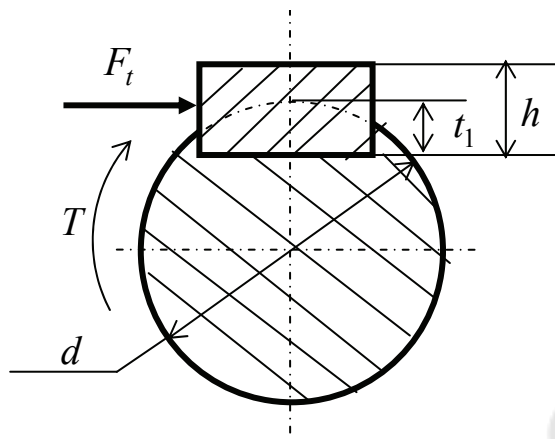

Рис. 19
Определить напряжения смятия  $\sigma_{\text{см}}$  у соединения призматической шпонкой (рис. 19), передающего вращающий момент  $T = 600 \text{ Н} \cdot \text{м}$ , если диаметр вала  $d = 40 \text{ мм}$ , рабочая длина шпонки  $l_p = 80 \text{ мм}$ , размеры шпонки  $b \times h = 12 \times 8 \text{ мм}$ , а глубина паза в валу  $t_1 = 5 \text{ мм}$ .
1. Определить допустимый вращающий момент  $T$  у соединения призматической шпонкой (рис. 19), если диаметр вала  $d = 35$  мм, размеры шпонки  $b \times h = 10 \times 8$  мм, глубина паза в валу  $t_1 = 5$  мм, рабочая длина шпонки  $l_p = 60$  мм, а допустимое напряжение на смятие  $[\sigma_{\text{см}}] = 150$  МПа.
2. Определить рабочую длину шпонки  $l_p$  у соединения призматической шпонкой (рис. 19), если допустимое напряжение на смятие  $[\sigma_{\text{см}}] = 100$  МПа, вращающий момент  $T = 400$  Н·м, размеры шпонки  $b \times h = 10 \times 8$  мм, диаметр вала  $d = 35$  мм и глубина паза в валу  $t_1 = 5$  мм.